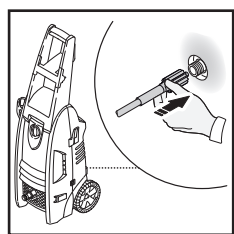

Fig. 3
- Enrosque la manga alta de la presión (a la derecha) en la espalda de la unidad en el fondo (Fig. 3). El fin de la manga debe ser insertado en la salida de agua suficiente distante tan el cuello puede enhebrar en los hilos de salida hasta que entregue apretado. No utilice puños de alicates ni vicio para apretar. Si toma menos que seis más o menos vueltas usted no ha apretado apropiadamente el accesorio alto de manga de presión. Es más fácil de posicionar la arandela del poder delante de usted tan asegurar que los hilos sean comenzados correctamente. El fracaso para apretar apropiadamente la manga alta de la presión tendrá como resultado la manga que resbala o pincha de inmediatamente a prender el unidad. No se preocupe por daño si esto ocurre - vuelve a instalar sólo y le le toma el cuidado extra en el poner el accesorio alto de manga de presión.